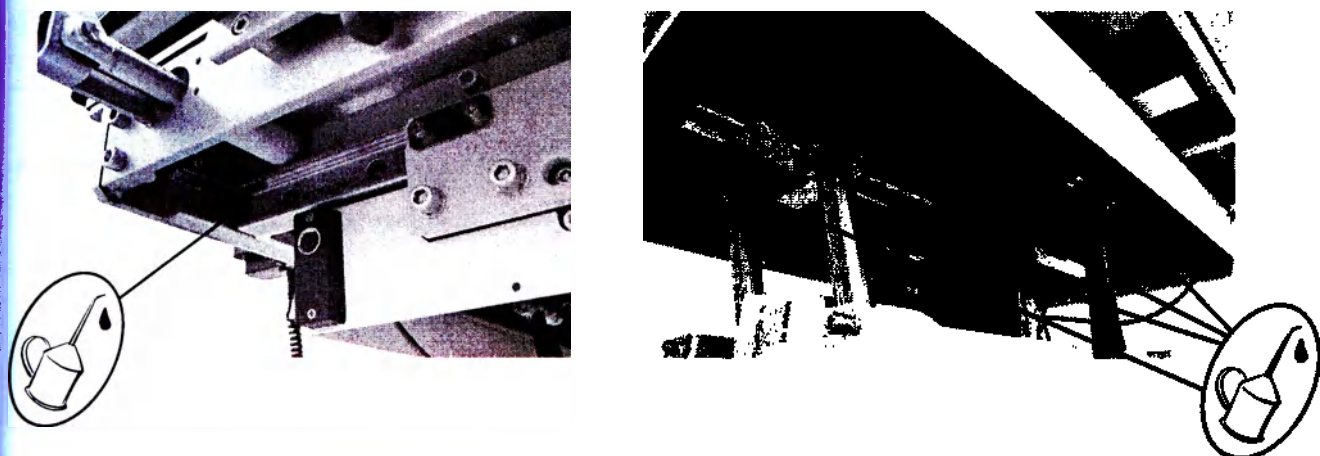

Рисунок 10. Схема смазки панели стола
12.2.1 Смажьте подвижные соединения панели стола (Рисунок 10) тонким слоем технического вазелина или светлым машинным маслом.